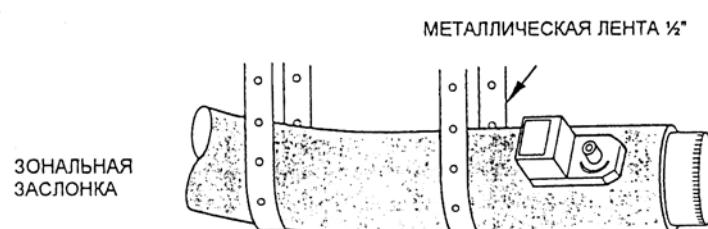

Рис. 6 – Изолированный гибкий воздуховод
- Изолируйте заслонку с помощью теплоизоляции толщиной полтора-два дюйма (уточните по местным нормам). См. рис. 6.